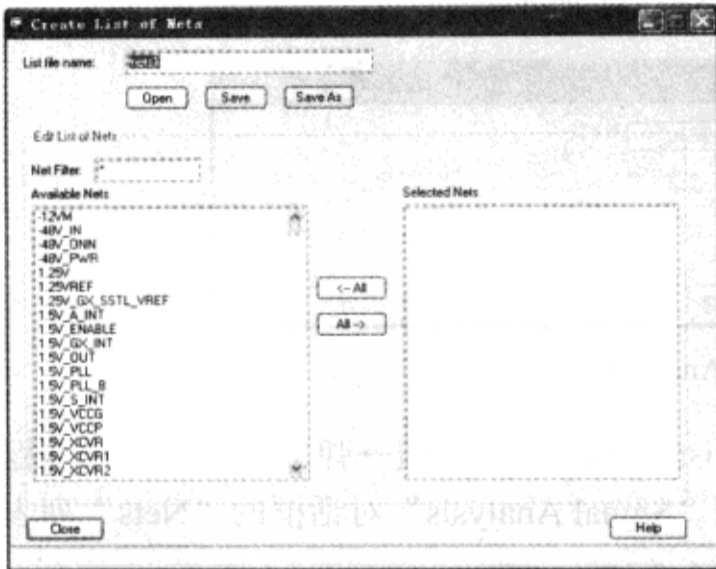

图 5-3-8 “Create List of Nets”对话框
(1) 从“Allegro PCB SI XL”窗口执行菜单命令“Logic”→“Create List of Nets”，弹出“Create List of Nets”对话框，如图 5-3-8 所示。